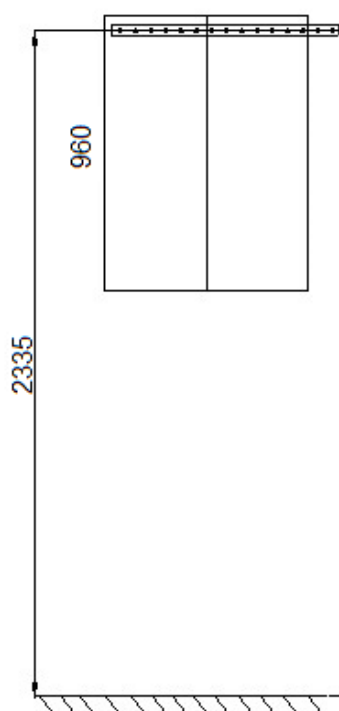
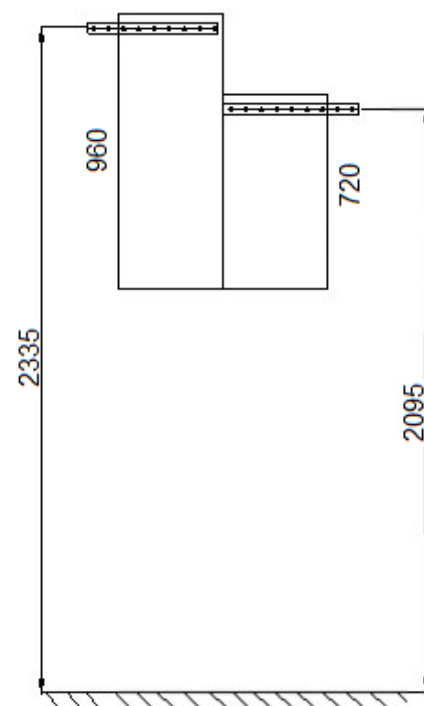

Рис. 13
Рис. 15
1. Разметить и закрепить монтажную шину. Высота крепления зависит от высоты верхних навесных шкафов, и может быть одноуровневой (Рис. 13, 14), либо разноуровневой (Рис. 15). На рисунках указаны стандартные высоты от пола до центра отверстий в шине при высоте цоколя 100 мм.